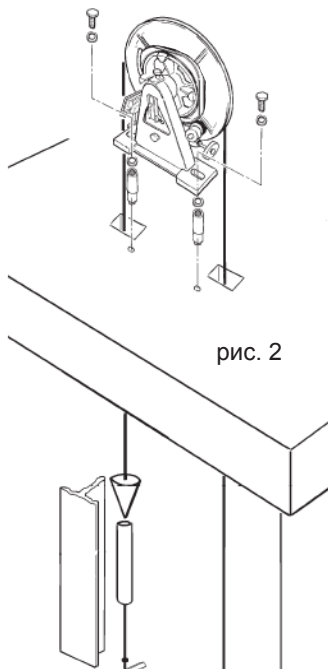

рис. 2
- Расположить ограничитель скорости над отверстием для троса и выровнять с помощью отвеса по тормозному устройству / ловителю (рис. 2).